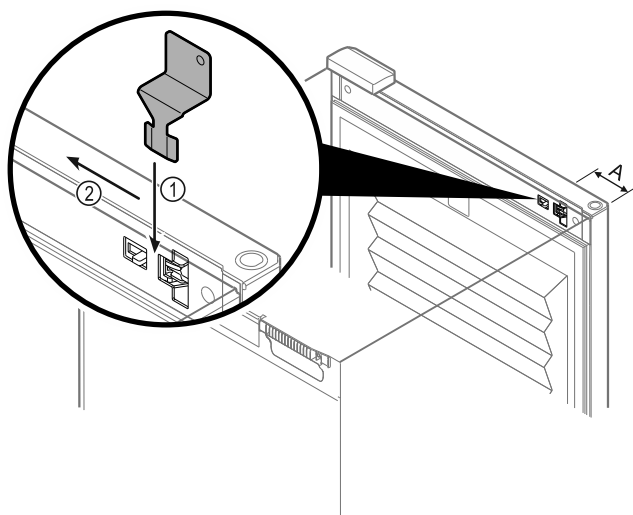

Fig. 218
- Positsioneerige avariilahtilukustusvõti etteantud kohta Fig. 218 (A) ≈ 100mm.
- Pistke avariilahtilukustusvõti ukse ja seadmekorpuse vahel lõpuni sisse Fig. 218 (1).
- Tõmmake avariilahtilukustusvõtit šarniirikülje suunas Fig. 218 (2).